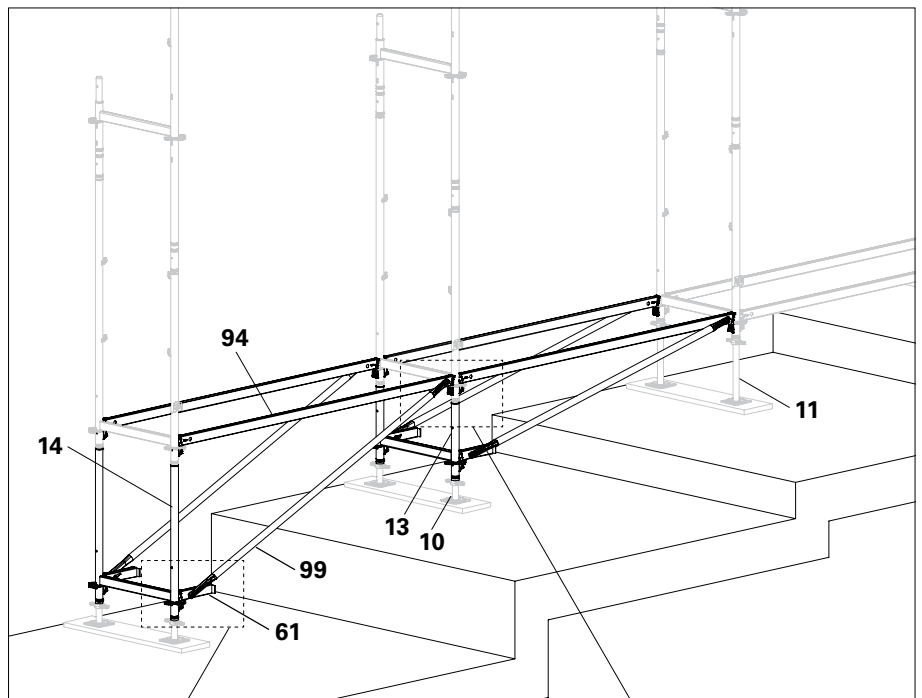

Abb. B1.02
Bei geneigtem Gelände oder Höhensprüngen das Gerüst mit Basisausgleich EVA 50 (13) oder EVA 100 (14) an den Geländeverlauf anpassen (siehe Abb. B1.02, nächste Seite).
1. In die Rosetten der Basisrahmen EVB Horizontalriegel UH Plus (94) montieren.
2. An den  $\frac{3}{4}$ -Rosetten des Basisausgleichs EVA (13/14) Auflagen UC 33 (61) montieren. Keile festschlagen. (Abb. B1.02)